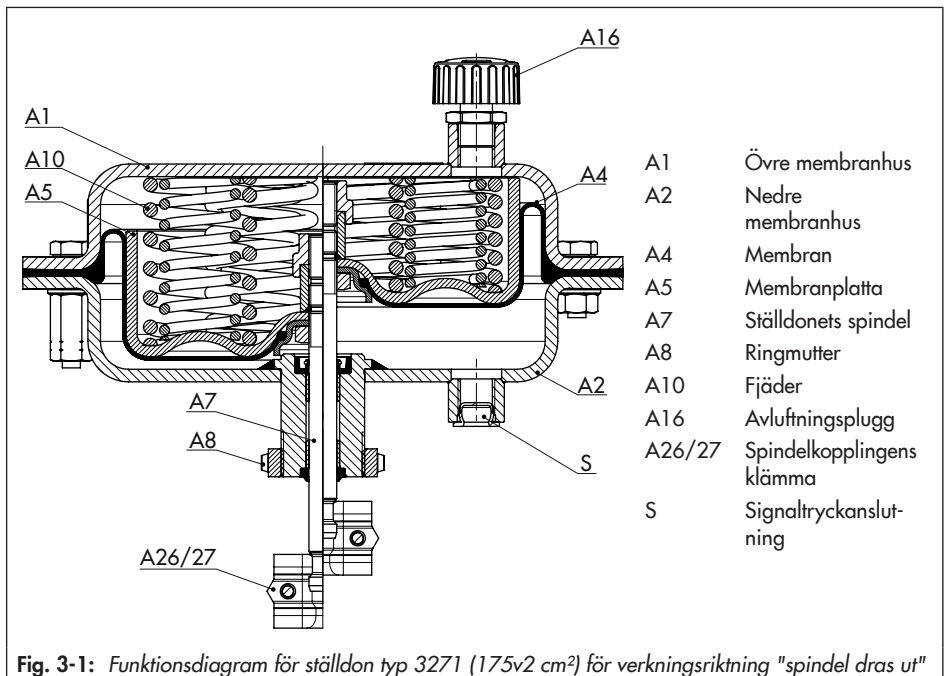

Fig. 3-1: Funktionsdiagram för ställdon typ 3271 (175v2 cm²) för verkningsriktning "spindel dras ut"
Ställdonet består huvudsakligen av två membranhus (A1, A2), membranet (A4) med membranplatta (A5) och fjädrar (A10) (se Fig. 3-1).
I versionen "ställdonets spindel skjuts ut" leds signaltrycket genom den nedre signaltryckanslutningen (S) till den nedre membrankammaren och flyttar ställdonets spindel (A 7) uppåt mot fjäderkraften (se Fig. 3-1).